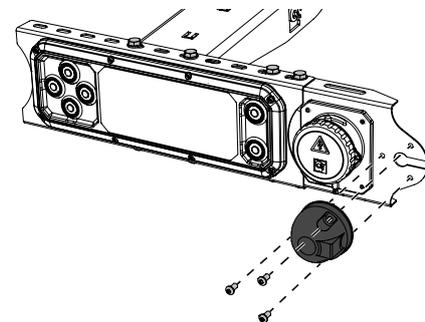

Abbildung 49. Montage des Anschlusses für den Handantrieb CD 18.
5. Wenn die Ladebordwand mit Handantrieb CD 18 ausgestattet werden soll, montieren Sie deren Anschluss an der Halterung, siehe Abbildung 49.